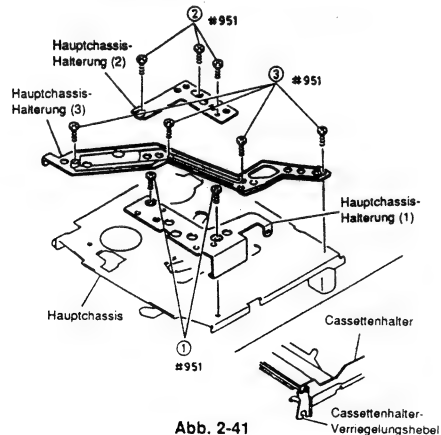

Abb. 2-41
- 1) Zwei (2) Befestigungsschrauben der Hauptchassis-Halterung (1) entfernen (siehe Abb. 2-41).
- 2) Drei (3) Befestigungsschrauben der Hauptchassis-Halterung (2) entfernen.
- 3) Vier (4) Befestigungsschrauben der Hauptchassis-Halterung (3) entfernen.